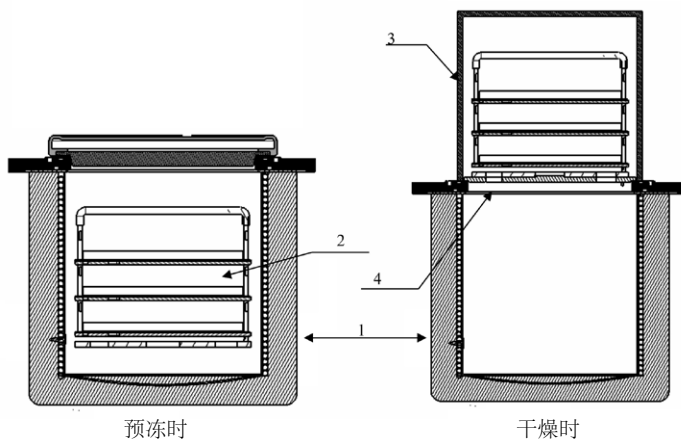

图 2 预冻、干燥时的设备状况示意图
2.2 将装有物料的托盘放置于冻干架上，再放入冷阱中，如图 2 中预冻时显示所示。